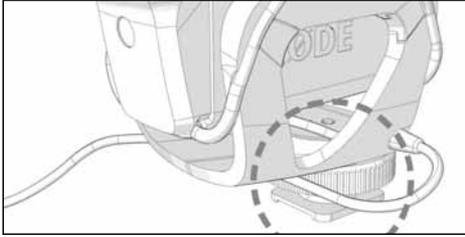

Abb. 4 – Standard-Blitzschuhbefestigung mit Rändelschraube
1. Drehen Sie die große Rändelschraube entgegen des Uhrzeigersinns bis auf Anschlag nach oben, also zur Halterung hin (Abb. 4).